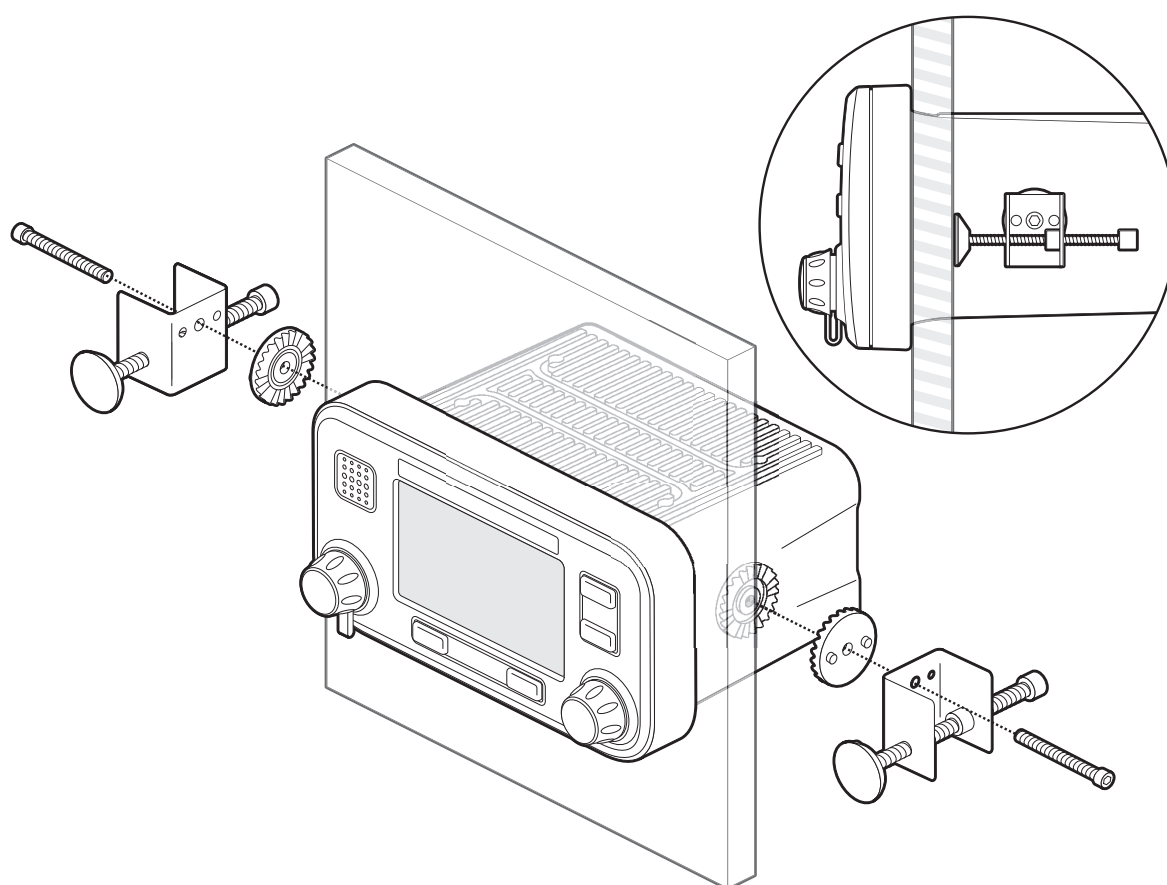

Abbildung 36 Panelmontage des AIS-Transponders
- Der Transponder wird mit Panel-Montageklemmen für die bündige Montage in einer Instrumententafel geliefert. Weitere Informationen hierzu finden Sie in Abbildung 36. Bei Verwendung dieser Montageoption ist der Zugang hinter das Panel erforderlich.